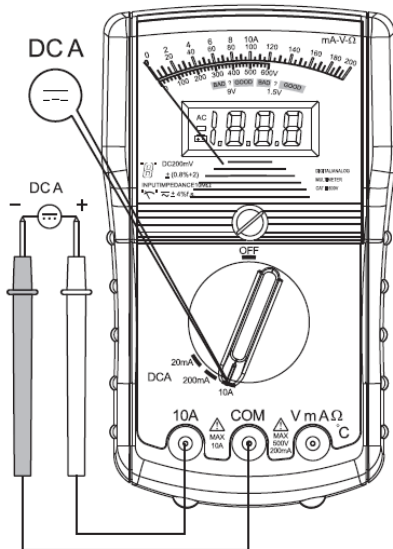

Рисунок 6
6.4. Измерение постоянного тока до 10 А (см. рисунок 6)